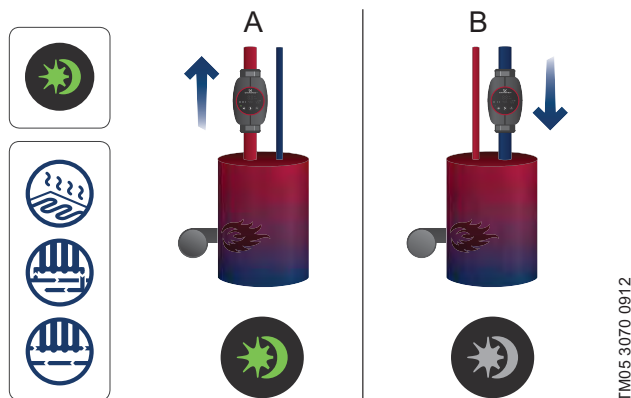

Abb. 22 Automatische Nachtabsenkung
- Die Pumpe muss in die Vorlaufleitung eingebaut sein. Siehe Abb. 22, Pos. A.
Die automatische Nachtabsenkung funktioniert nicht, wenn die Pumpe im Rücklauf eingebaut ist. Siehe Abb. 22, Pos. B.